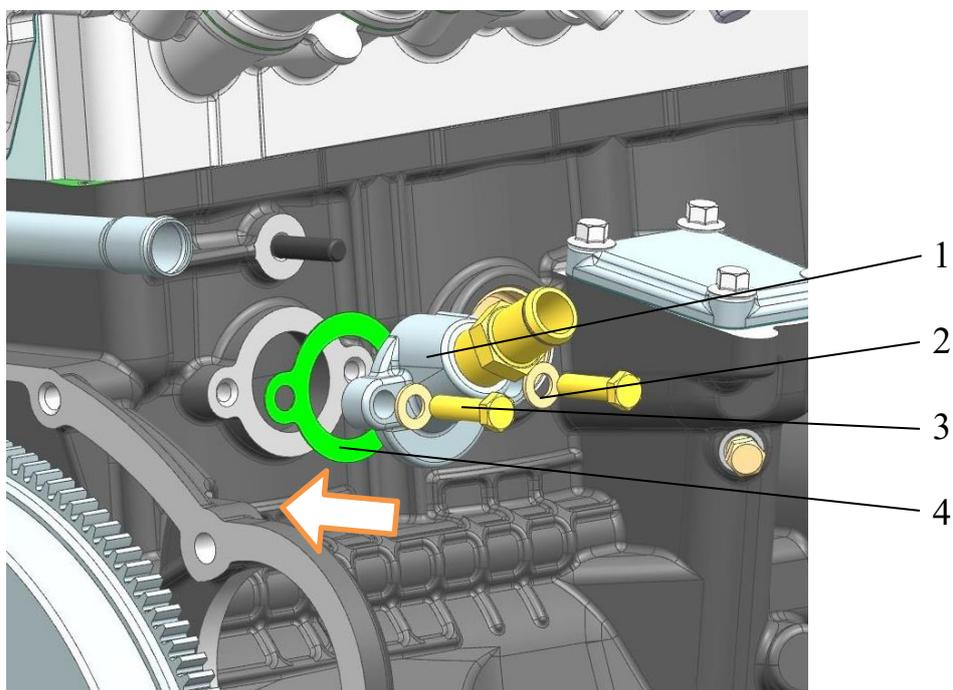

Рис.176. Установка патрубка отопителя:
**26.** Установить и закрепить патрубок отопителя 1 (рис.176) с прокладкой 4 болтами 3 с плоскими шайбами 2 к блоку цилиндров, предварительно нанеся на резьбу болтов патрубку анаэробный герметик «Фиксатор-6» или аналогичный («Стопор-6», «Техногерм-5», «Гермикон-2К»). Болты 3 завернуть моментом 11,8...17,6 Н·м (1,2...1,8 кгс·м).